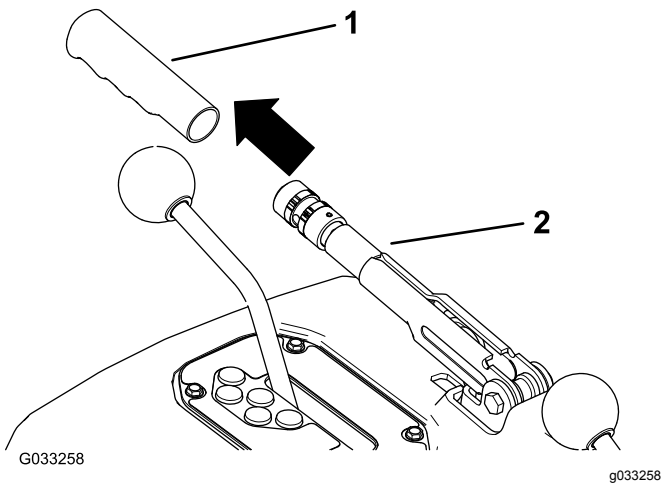

Figure 77
1. Enlevez la poignée en caoutchouc du levier de frein de stationnement (Figure 77).
5. Placez la poignée en caoutchouc sur le levier du frein de stationnement (Figure 77).